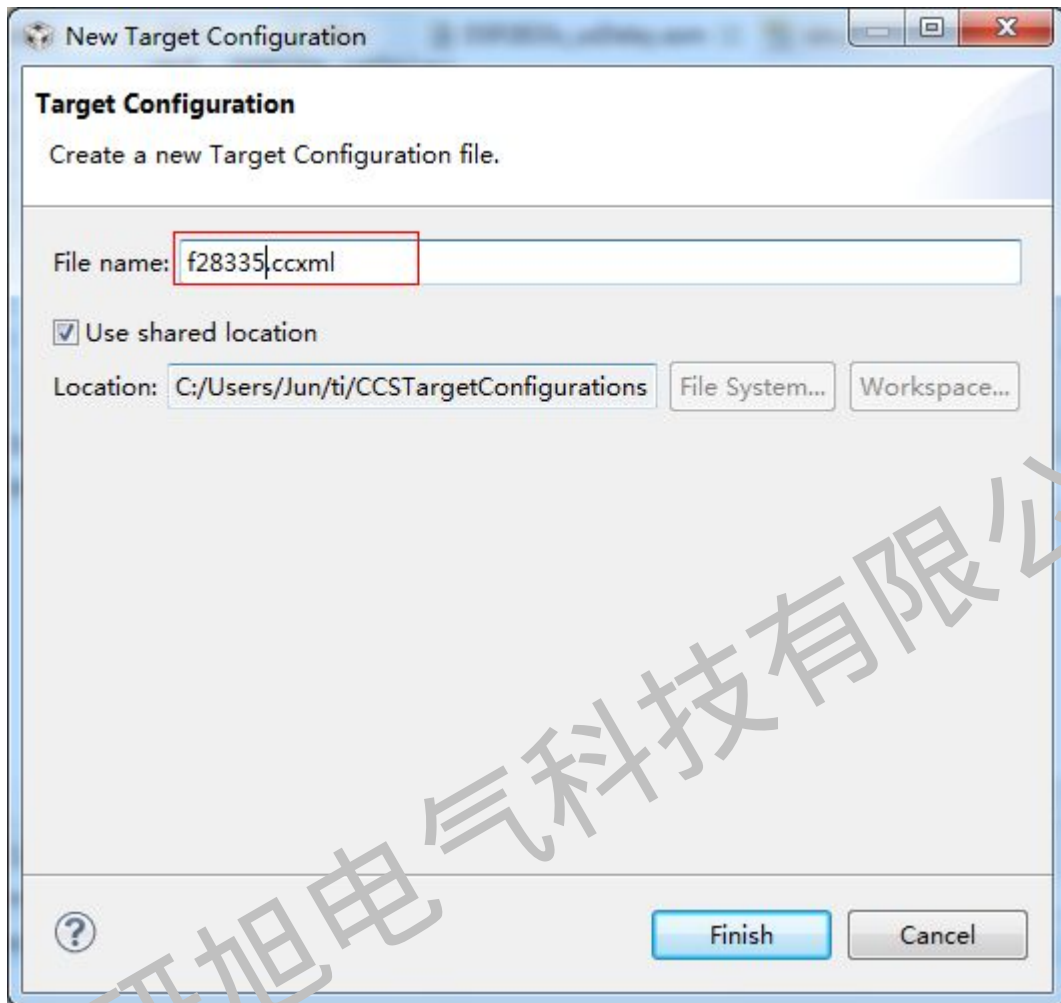

图 3-1-2
- 为此配置命名 f28335_xds100_v2 .ccxml (可以自行命名), 点击 Finish, 如下图 3-1-2 所示: